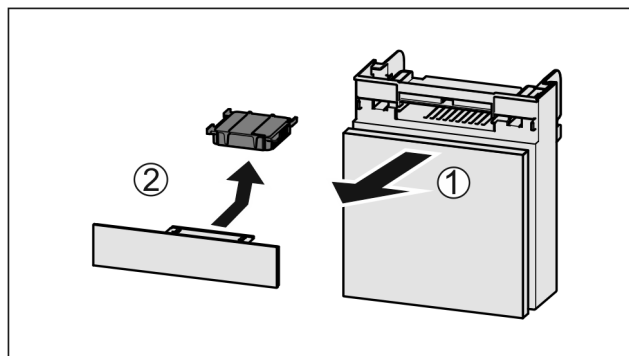

Fig. 225
- Tërhiqni kutinë nga përpara Fig. 225 (1).
- Hiqni filtrin me karbon aktiv Fig. 225 (2).